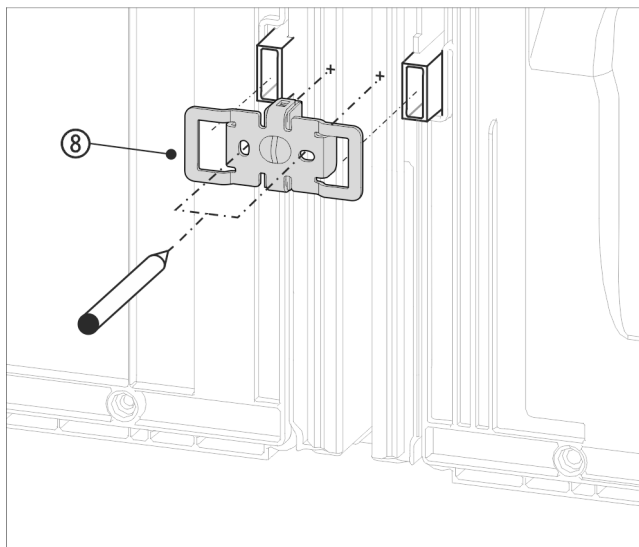

Fig. 17 Beispielhafte Darstellung
- Winkel Fig. 17 (8) mit den Aussparungen über die Aufnahme für die Wandabstandshalter schieben.